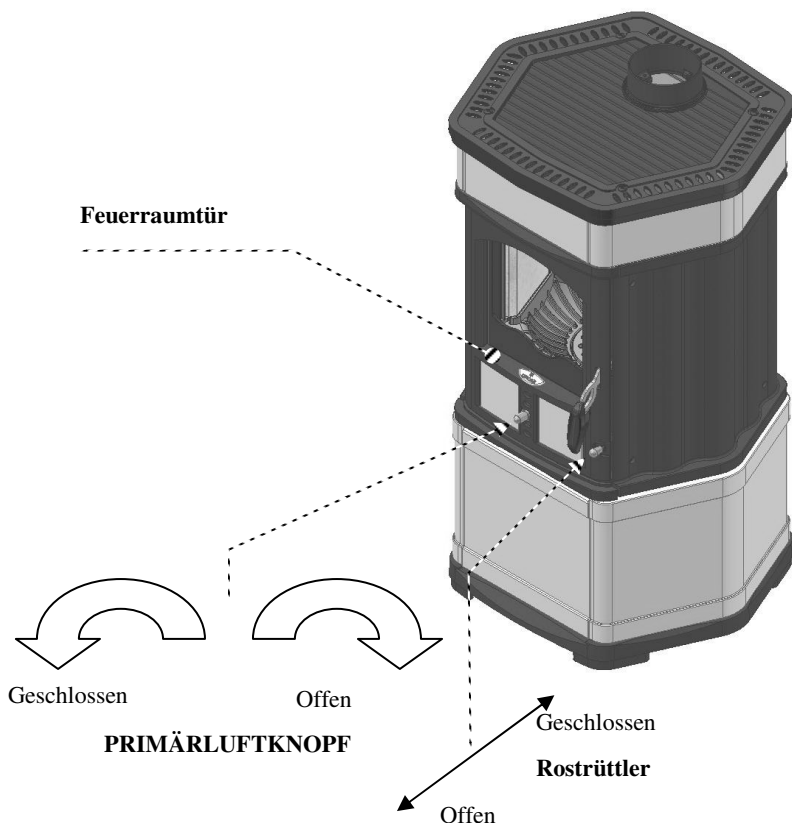

Abb. 1
**RÜTTELN DES FEUERROSTS** (Abb. 1)